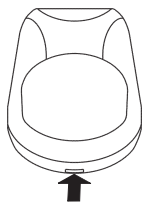

Рисунок 3
- Вскройте корпус, отжав защелку отверткой (рис. 3).